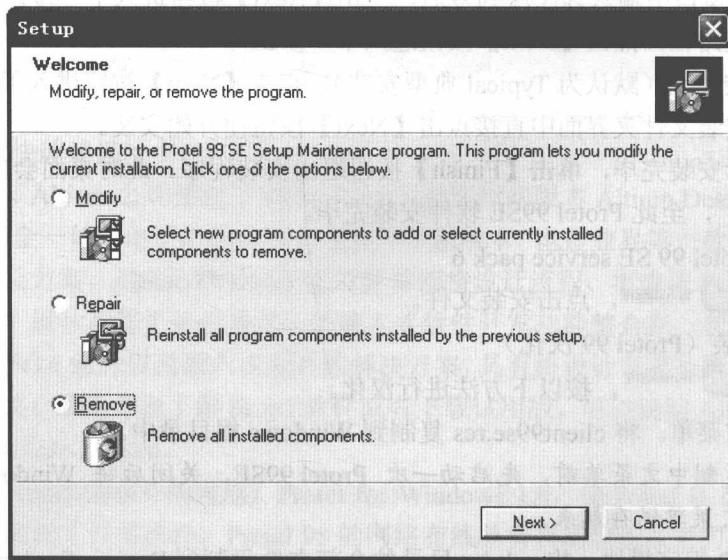

图 1-2 选择删除程序界面
- ① 打开控制面板，点击  进入下一步。
- ② 选中 Protel 99SE，点击【更改/删除】，进入下一步。
- ③ 在图 1-2 中选中 Remove，点击【Next】按钮开始删除卸载。
- ④ 卸载完毕，屏幕提示卸载完毕，单击【Finish】按钮退出卸载程序。